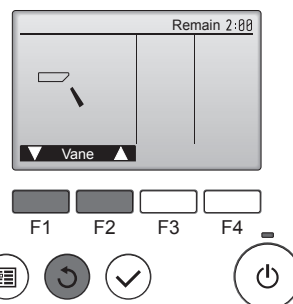

Fig. 8-4
- ② Appuyez sur la touche [CHOIX] pour afficher l'écran de fonctionnement des ailettes, puis appuyez sur les touches [F1] et [F2] pour contrôler le mouvement automatique des ailettes. (Fig. 8-4)